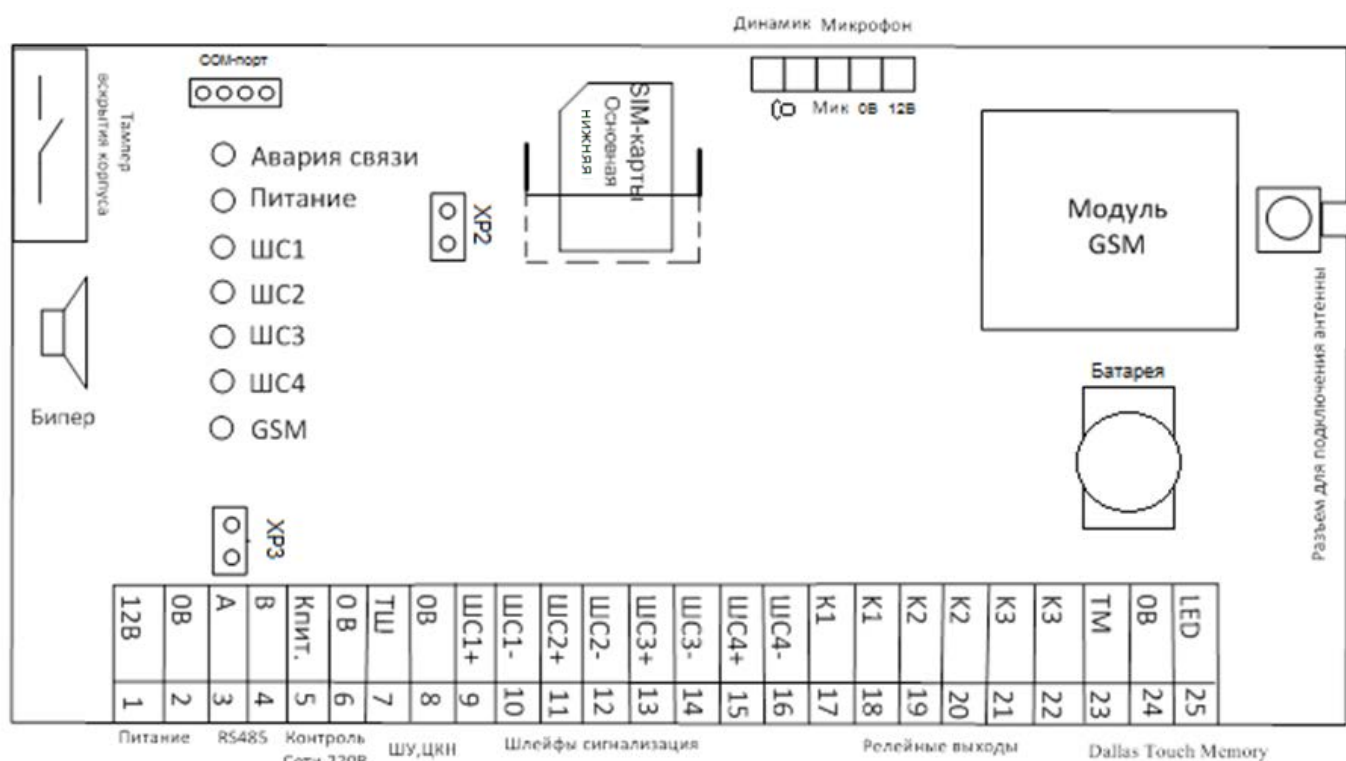

Рисунок 1. Блок схема «УО-4С»
- для использования устройства в режиме «Мастер», после программирования прибора, следует снять переключку ХР2 (см. рисунок 1). В остальных случаях должна быть установлена;